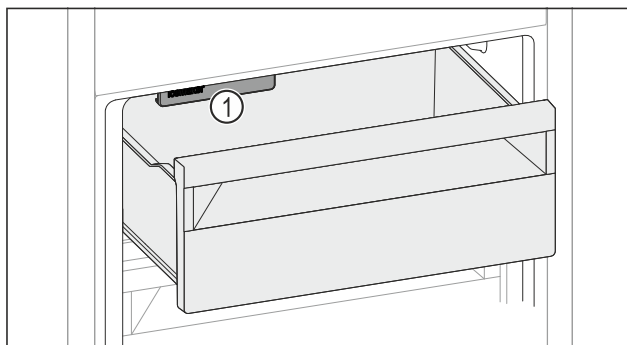

Fig. 142
- ▶ Luați în considerare IceMaker Fig. 142 (1).